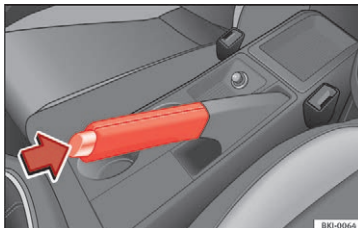

Fig. 151 Håndbremse mellem forsæderne
– Træk håndbremsearmen helt op » Fig. 151.
– Træk håndbremsearmen et stykke opad, tryk låseknappen i pilens retning » Fig. 151, og før håndbremsearmen helt ned » .